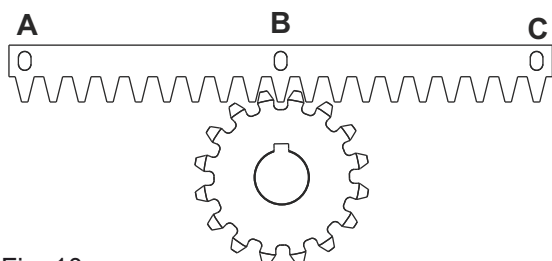
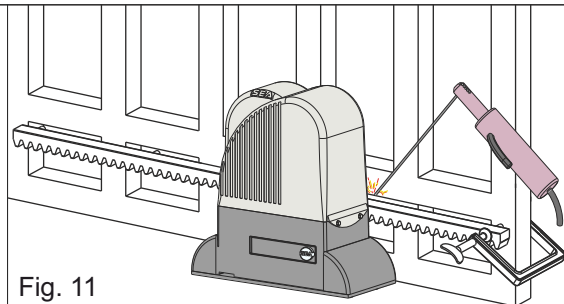

Fig. 10
Fig. 11
- 5.3. Placer l'élément de crémaillère sur le pignon denté de l'opérateur de façon qu'il soit parallèle à le guide de coulissement au sol; le positionner comme sur la Fig. 10 et souder électriquement le cliquet central **B** à la structure du portail - Fig. 11. Déplacer manuellement le portail jusqu'à ce que le cliquet **C** soit correspondant au pignon, donc le souder électriquement. Effectuer la même opération pour le cliquet **A** après l'avoir mis en correspondance avec le pignon;